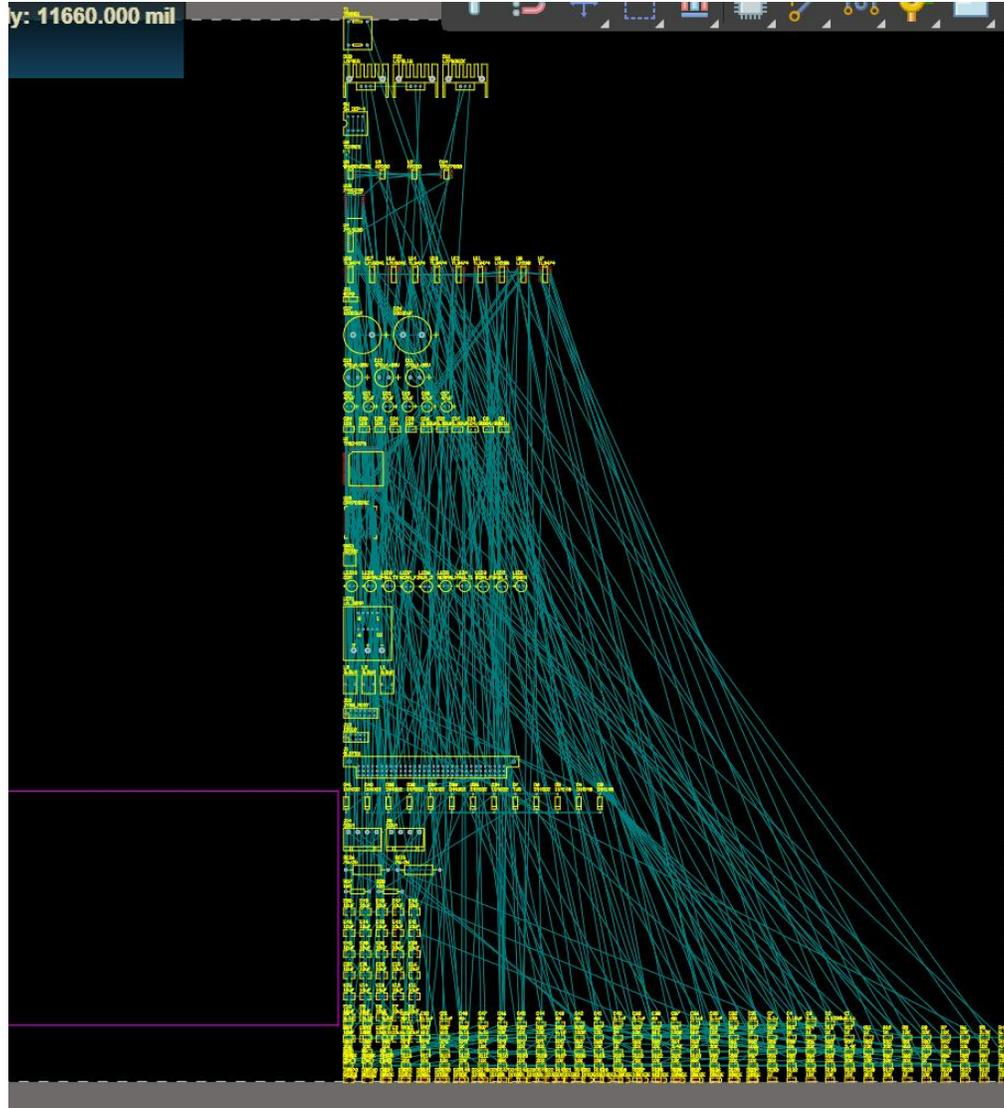

图7-72 元件已导入了PCB
2.PCB文件中已经导入了元件，并以及飞线显示，如图7-72所示。